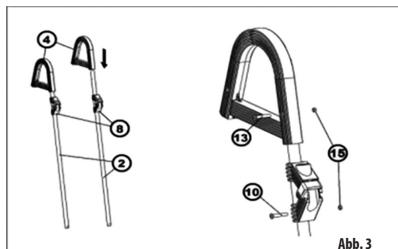

Abb. 3
Auf die oberen Enden der Stützbeine (2) schieben Sie die Sicherheitshalter (8) und dann die Kunststoffgriffe (4). Alle Komponenten sichern Sie mit entsprechenden Schrauben und Muttern (10, 13, 15). (Abb. 3) Ziehen Sie die Schrauben langsam an, sollte sich die Mutter drehen, Schraube etwas lösen und wieder vorsichtig anziehen.